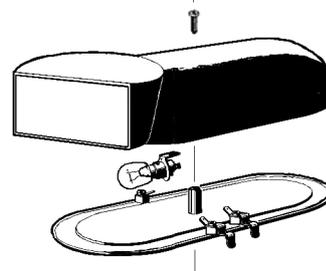

figura 18
**3 Sostituzione della lampada del coperchio luminoso:** togliere l'apposita vite posta nella parte superiore del coperchio, estrarre la parte inferiore e sostituire la lampada (utilizzare una lampada da 24-28V 21W max). Rimontare il coperchio e chiuderlo con l'apposita vite. (vedere figura 18).